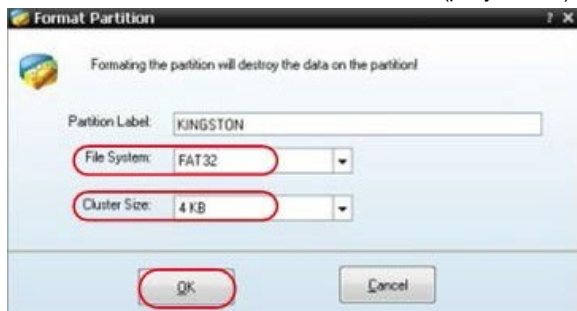

Рисунок 4.8. Установка параметров форматирования
- 5) В открывшемся диалоговом окне выберите файловую систему FAT32, установите размер единичного блока выделения на значение 4 KB, после чего щелкните по кнопке **OK** (рисунок 4.8).